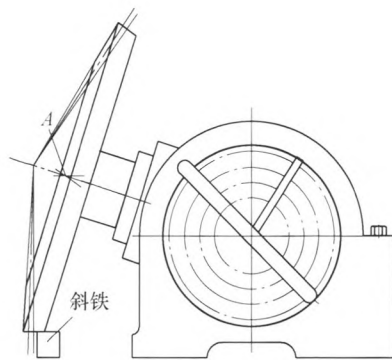

图 2
(2) 将心轴装入分度头锥孔内,把分度头调起与水平面成 $16^\circ 27'$ (90° 根锥角) 使锥齿轮根锥底面与工作台垂直。工件装在心轴上压紧。
(3) 我们采用划线法,划出工件中心。即用目测法将高度尺大约调到工件中心处,在工件一侧齿面上划一条水平线,然后将分度头旋转 180° ,在同一侧再划一条水平线,两条水平线的交点 A 就是该工件的中心。再将工件旋转 90° ,使该点与水平线垂直且靠近工作台台面,然后把一块斜铁垫在工作台面与锥齿轮之间(如空间较大可用千斤顶),这样在铣削时工件得到支撑就不会出现振刀现象。如图 2 所示。